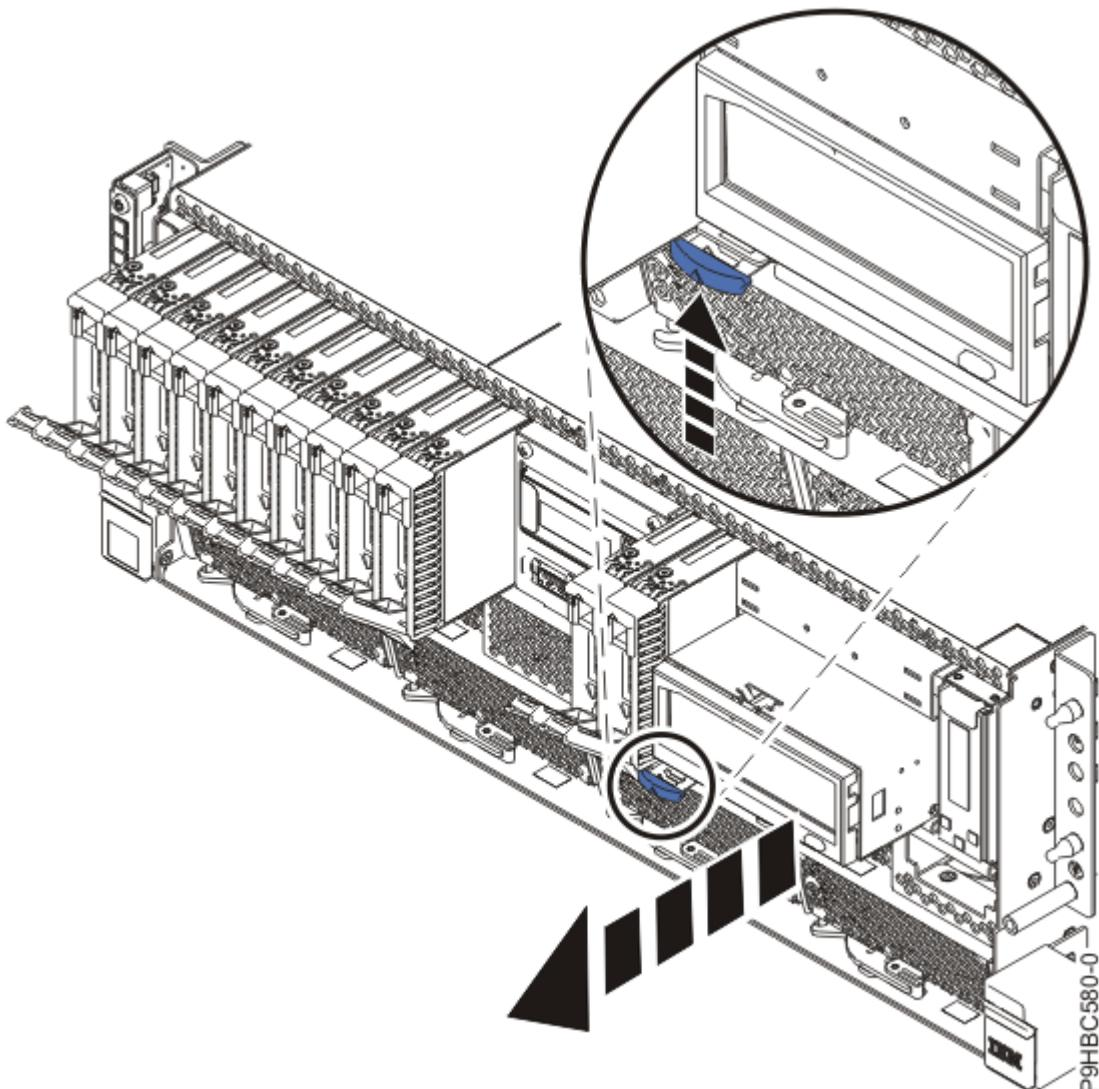

図 107. RDX ドッキング・ステーションの部分的取り外し
- a) RDX ドッキング・ステーションのラッチを、112 ページの図 107 に示されている矢印方向へ押し上げます。